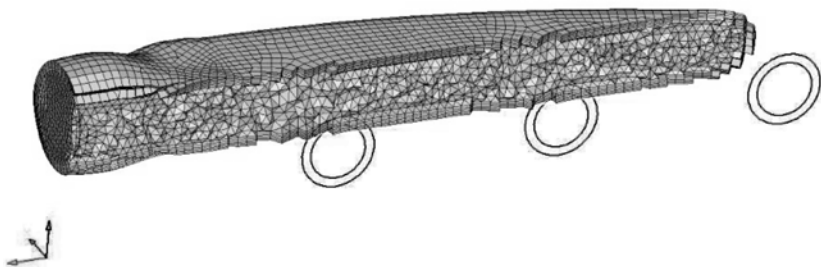

图 5-150 取消 clip boundary elements 选项结果
(5) 左击图形区中的切割平面所在处, 按住鼠标左键并拖动鼠标, 可观察到切割平面跟随移动了。
(6) 取消 clip boundary elements 选项并单击 show plot 按钮, 网格如图 5-150 所示。